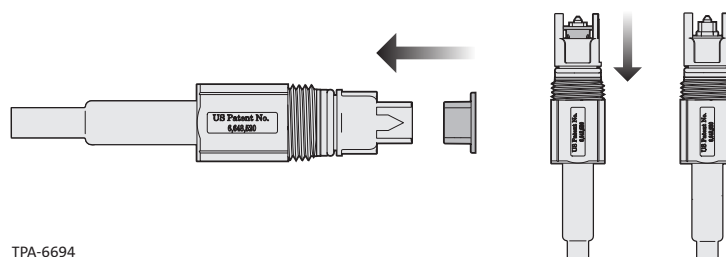

Figure 17
Étape 4 : placer le clip de retenue au-dessus de l'adaptateur, en s'assurant qu'il ne reste pas devant le connecteur et qu'il s'emboîte. Une fois qu'il est emboîté, il ne peut plus être retiré. (Figure 17).